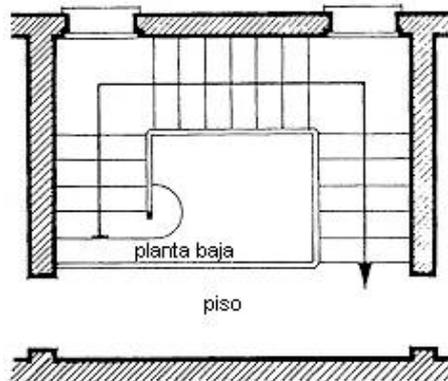

Fig 3: Escalera de tres tramos
- De tres tramos: Se desarrolla a lo largo de tres lados de una caja de escalera estando el cuarto ocupado por el rellano. (Fig 3).